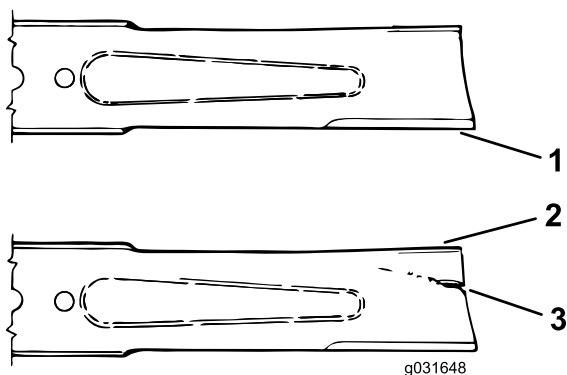

Figure 73
3. Examinez attentivement les tranchants de la lame, particulièrement au point de rencontre de la partie plane et de l'ailette (**Figure 73**).